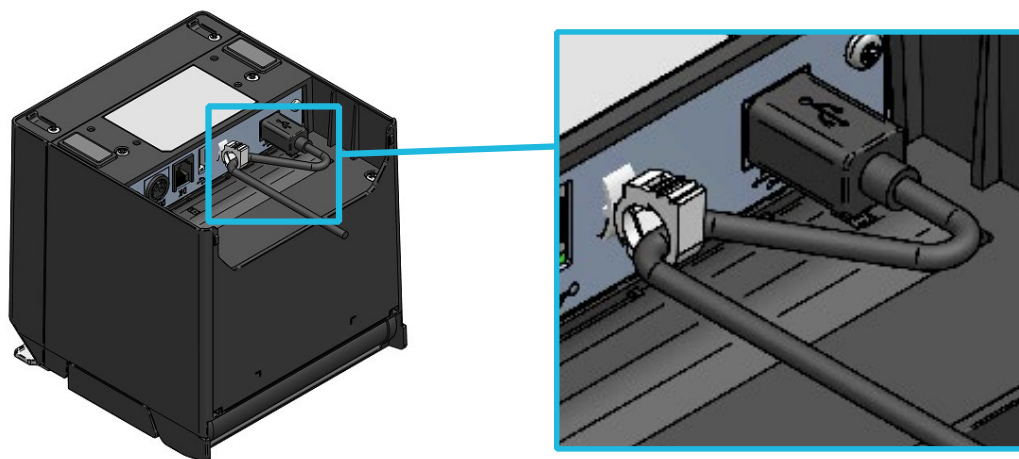
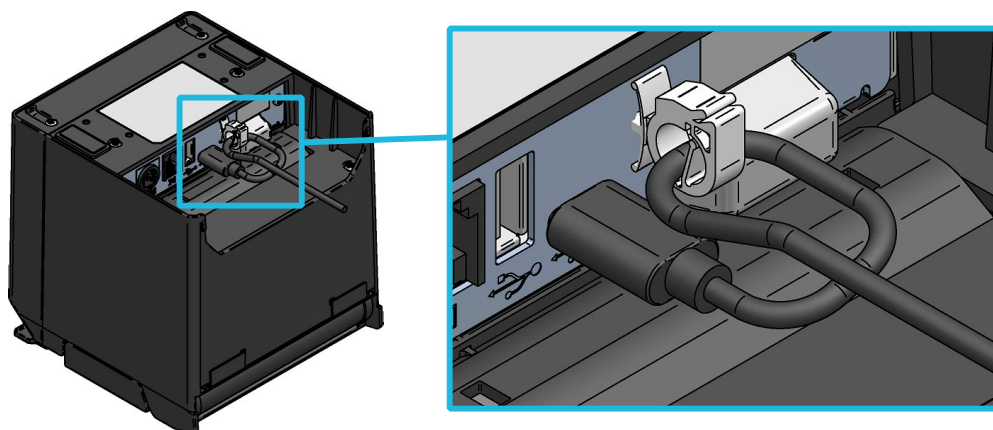

Figura 12-2 Fixação do cabo USB à impressora
Figura 12-4 Fixação do cabo USB Type-C à impressora
- (1) Certificar-se de que a impressora está desligada.
- (2) Ligar o cabo de interface para usar para o conector de interface no lado traseiro da impressora. (Fixar o cabo USB com o grampo da cablagem, conforme mostrado na Figura 12-2 para ligar o cabo USB e na Figura 12-4 para ligar o cabo USB Type-C.)
- (3) Ligar a impressora e enviar os dados do dispositivo anfitrião para a impressora.
- (4) Verificar se os dados estão impressos corretamente.